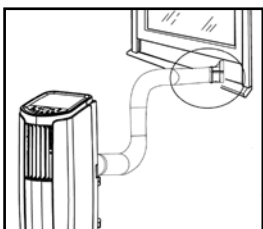
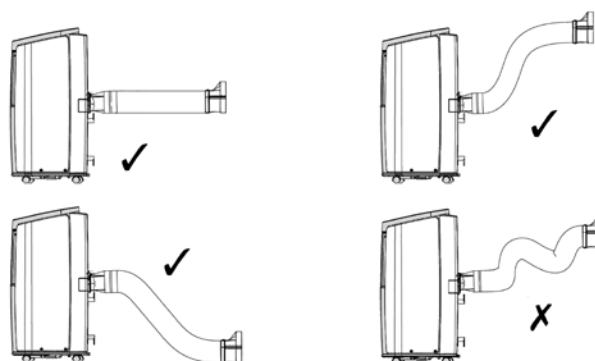

Abbildung 5
Abbildung 6
- 7 Führen Sie die andere Seite des Schlauchs mit Kupplungsstück B/C nach draußen, zum Beispiel durch einen Fensterspalt (siehe Abbildung 5). Achten Sie darauf, dass der Schlauch so gerade wie möglich verläuft (siehe Abbildung 6).